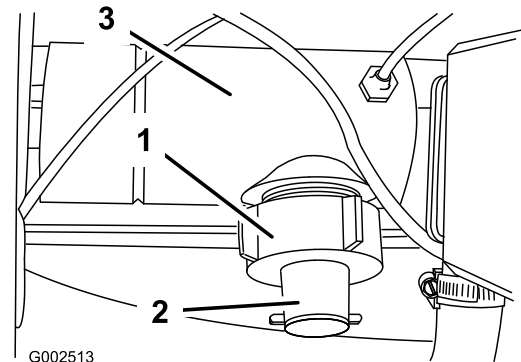

図 53
1. フローメータのボディについているリテーナ・キャップを取る(図 53)。